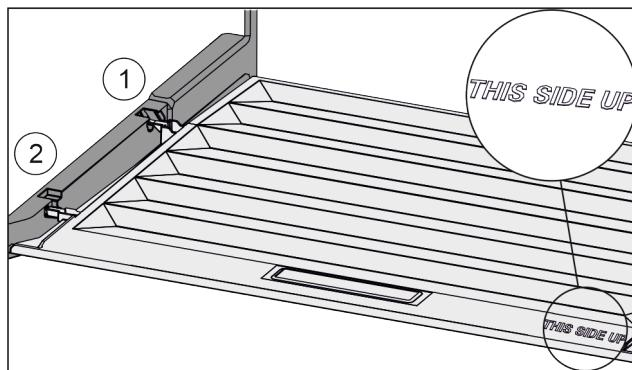

Fig. 35
- Skyv inn dekseltrinn via åpningen til bakre holder Fig. 35 (1) og klikk dem på plass i fremre holder Fig. 35 (2).